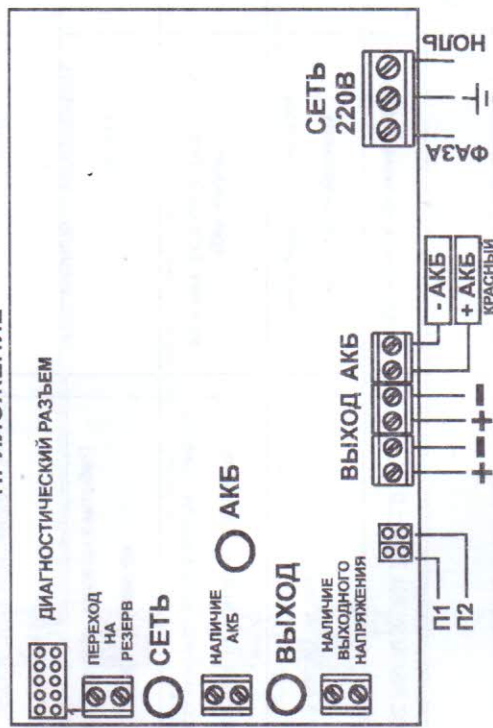

Рисунок 1. Вид источника с открытой крышкой (схема подключения)
- выдачу информационных сообщений «Переход на резерв», «Наличие АКБ», «Наличие выходного напряжения» посредством переключения контактов реле. Выдача информационного сообщения «Переход на резерв» осуществляется с задержкой, определяемой положением переключателя П1 и П2 (см. рисунок 1 Приложения). Соответствие задержки положению переключек показано в таблице 8 Приложения;
**Источник представляет собой стабилизированный источник питания, размещенный в металлическом корпусе со съемной крышкой. При открытой крышке (см. рисунок 1 Приложения) осуществляется доступ к печатной плате с установленной на ней выходными колодками, сетевой колодкой, колодкой для подключения АКБ, диагностическим разъемом и разъемами с релейнными выходами. Под пластиковым окном крышки корпуса расположены индикаторы «СЕТЬ» зеленого цвета, «АКБ» зеленого цвета и «ВЫХОД» зеленого цвета, свидетельствующие о состоянии работы источника.**
Нагрузка подключается к колодке «ВЫХОД». Подключение нагрузки следует производить в соответствии с полярностью (см. схему подключения рисунок 1 Приложения).
**Источник оснащен диагностическим разъемом (см. рисунок 1 Приложения), на который выведены напряжение выхода, напряжение клемм АКБ, сигнал о наличии сети, напряжение для питания внешнего устройства. Назначение контактов разъема и уровни напряжений см. таблицу 7 Приложения.**
Подключение источника производится при отключенном сетевом напряжении и открытой крышке (см. рисунок 1 Приложения) в следующей последовательности: